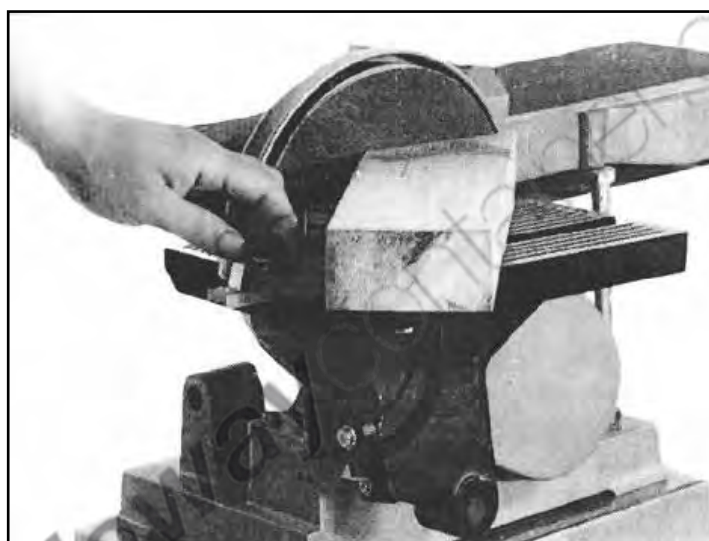

Figura 20 – Regolazione del goniometro.
1. Regolare l'angolazione del goniometro agendo sull'apposito pomello (Figura 20);
2. Appoggiare il pezzo da levigare sul bordo del nastro abrasivo, dalla parte del rullo folle (figura 20).